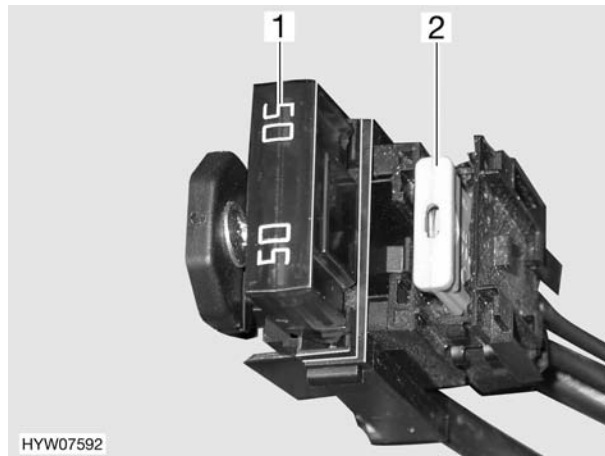

Fig. 57 Fusibili nella batteria dell'abitacolo
- Tipo di fusibile (Fig. 57,1):
- Tipo di fusibile (Fig. 57,2):